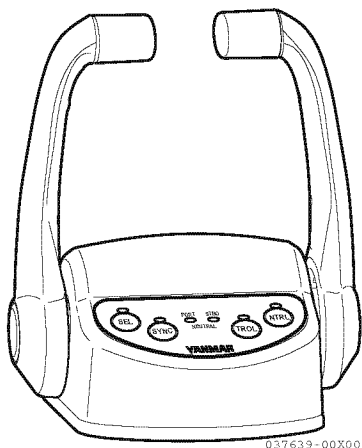
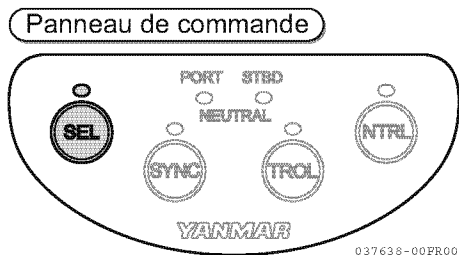

Figure 2
Figure 3
- La lampe du panneau de commande s'allume, et la lampe de la commande de réglage (**Figure 2**) "SEL" (**Figure 3**) va s'allumer ou va clignoter.